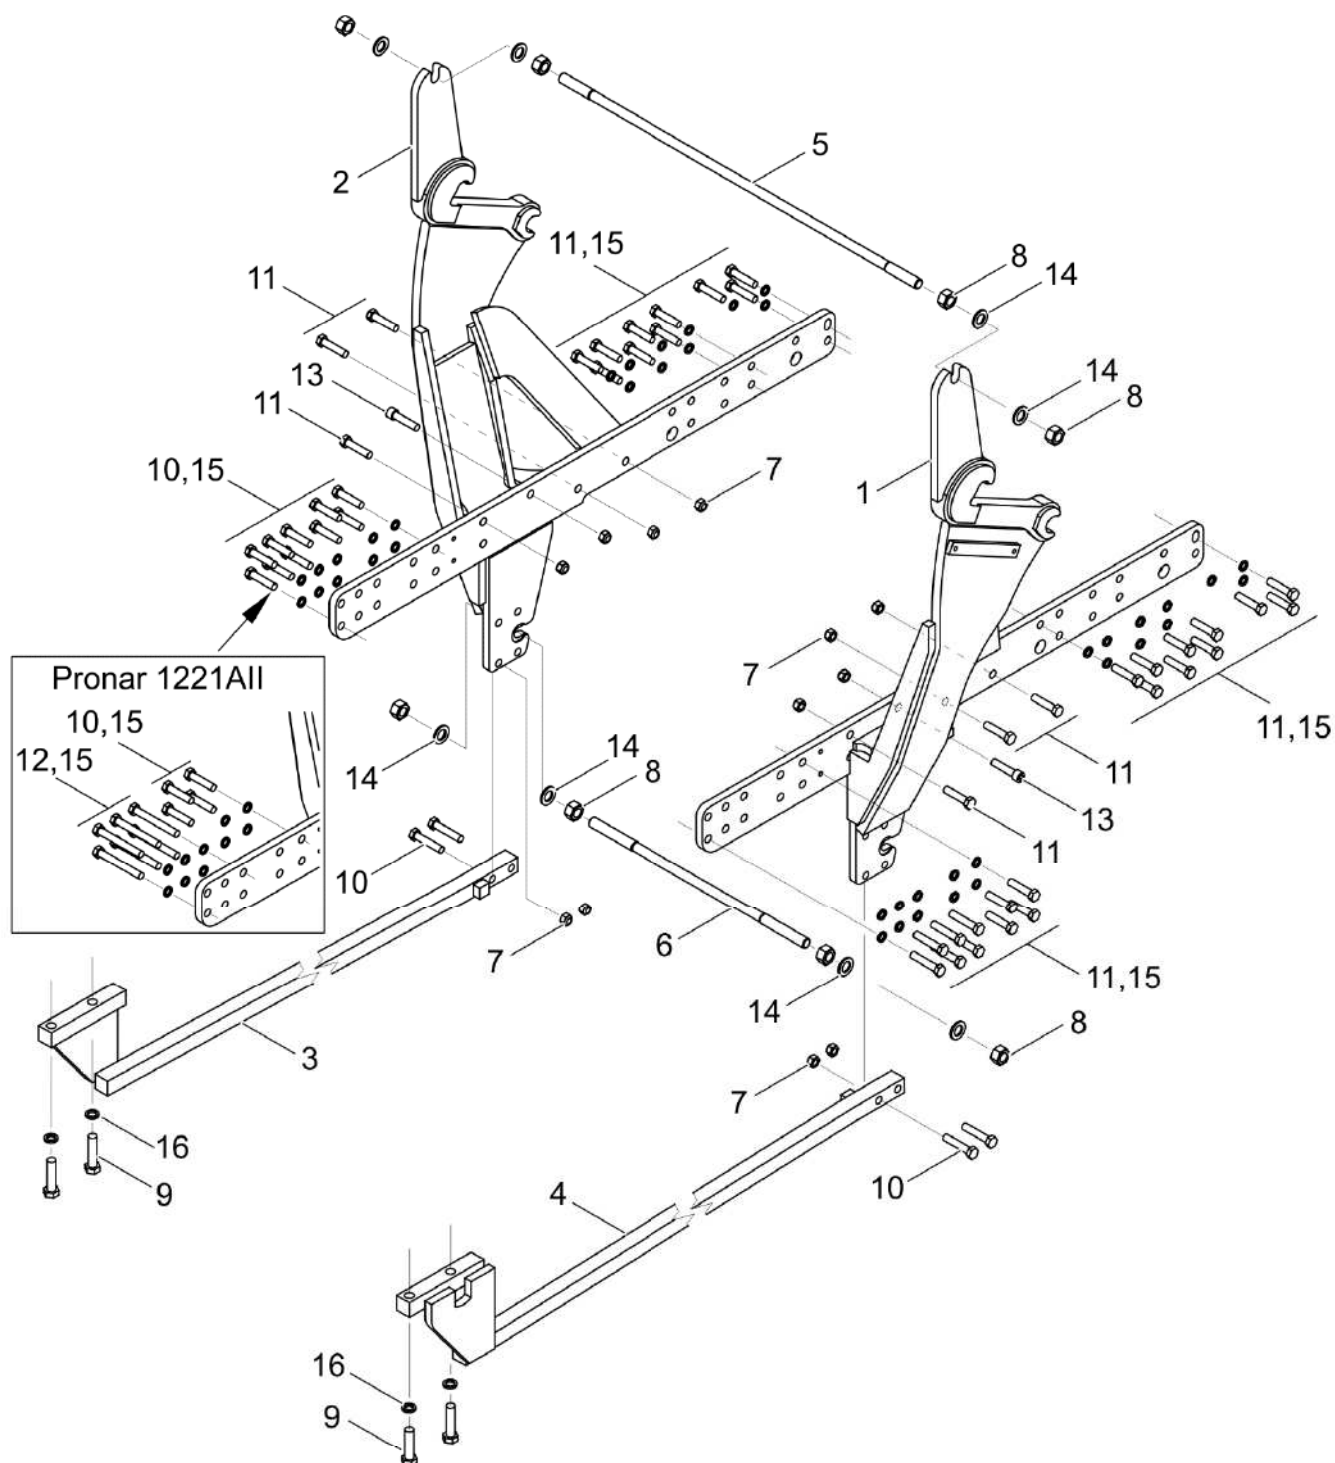

РИСУНОК 4.3 Несущая рама погрузчика (Pronar 1221A / 1221All / 1523A и Беларусь 1221.3 / 1523.3)
Прежде чем приступить к монтажу несущей рамы погрузчика, необходимо демонтировать все элементы, находящиеся в месте крепления несущей рамы. Переднюю часть кронштейнов (1) и (2) (РИСУНОК 4.3) привинтить к раме трактора болтами (11) с шайбами (15). Центральную часть кронштейнов (1), (2) привинтить болтами 11 и 13. Заднюю часть кронштейнов привинтить болтами (10) с шайбами (15), в тракторах 1221AII следует использовать болты (12). Подвески (3) и (4) привинтить болтами (9) с шайбами (16) к корпусу ведущего моста. Второй конец подвесок соединить с кронштейнами (1) и (2) при помощи болтов (10) и гаек (7). Закрепить верхнюю (5) и нижнюю (6) перемычки.